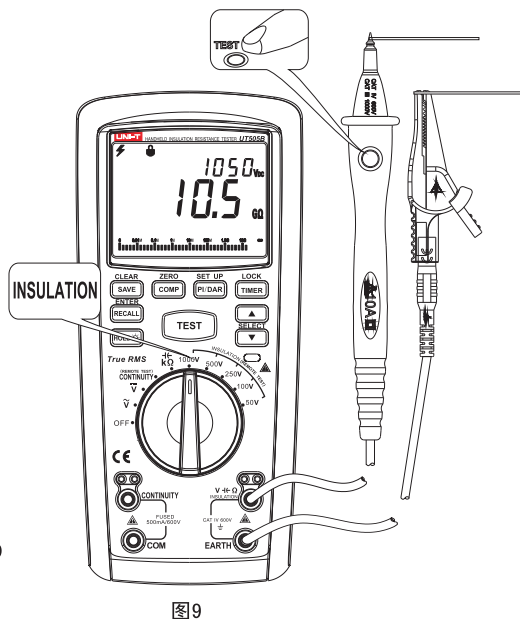

图9
5、绝缘电阻测量(见图9)
- ①将红色表笔插入“V”插孔(红色孔),黑色表笔插入“EARTH”插孔(黑色孔)
- ②将转盘开关旋转至INSUATION(绝缘电阻区),然后选择您需要的测试电压。将表笔并联到待测电路中。
- ③按下仪表上的“TEST”按键或遥控表笔上的“TEST”按键,然后从显示屏主显示区读出当前电阻值,在副显示区可以看到测试电压或电流值(按“▼/SELECT”选择),同时,屏幕会闪烁显示高压警示符号“⚡”。
- ④按下“TEST”按键,高压输出时LCD屏幕会闪烁显示高压警示符号“⚡”,另外壳体的警告符号旁的红色报警灯开启。
- ⑤在测量过程中如果想保存测量值只需按下“SAVE”按键即可保存。
6、极化指数或绝缘吸收比(见图9)